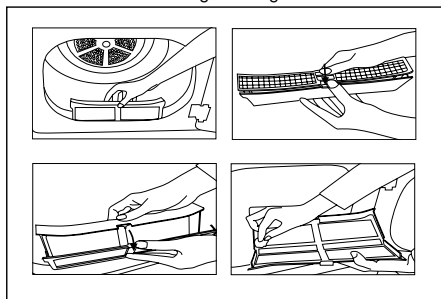

Abbildung 1
- 2a) Wenn sich der Deckelfilter des Gerätes wie in Abbildung 1 gezeigt öffnen lässt, ziehen Sie den Filter nach oben heraus und öffnen ihn.